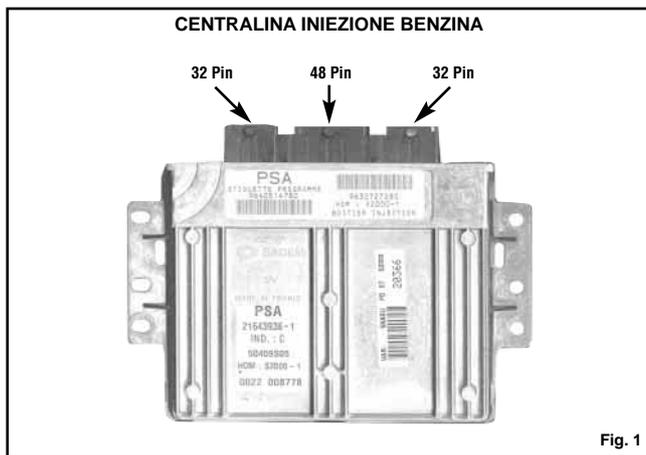

Fig. 1
- Versione centralina iniezione benzina: vedi figure 1 e 2 pagina 2
La centralina iniezione benzina è situata nell'apposito vano dietro la batteria ed è composta da tre connettori di cui due a 32 Pin ed uno a 48 Pin (vedi fig. 1).